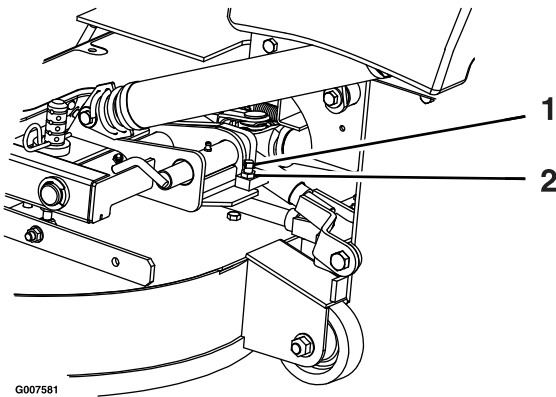

Figure 59
2. Desserrez l'écrou de blocage et tournez la vis de butée dans le sens horaire jusqu'à ce que la goupille de verrouillage soit serrée et ne puisse pas être tournée à la main (Figure 59).